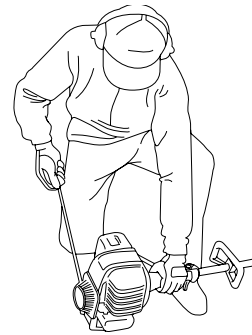

Fig. 7
5. Colóquese en la posición de arranque y **no oprima el control del regulador** (Fig. 7). Tire de la cuerda de arranque 2 veces **con un movimiento suave y firme**.
7. Colóquese en la posición de arranque y **no oprima el control del regulador** (Fig. 7). Tire de la cuerda de arranque de 1 a 5 veces **con un movimiento suave y firme** o hasta que la unidad arranque.